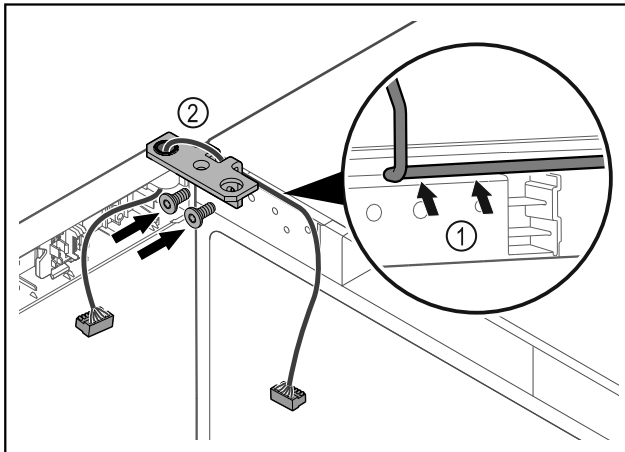

Fig. 46
- ▶ Pasar el cable por la escotadura de la escuadra de bisagra y tenderlo con cuidado Fig. 46 (1).
- ▶ Atornillar la escuadra de bisagra Fig. 46 (2).